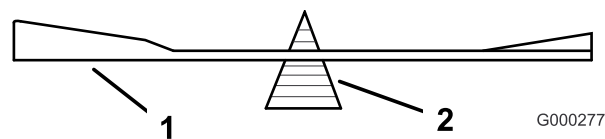

Figure 53
**Important:** Pour obtenir une coupe correcte, la partie relevée de la lame doit être tournée vers le haut et dirigée vers l'intérieur du plateau de coupe (Figure 53).
1. Posez la lame, le renfort, la rondelle bombée et le boulon de lame sur l'axe (Figure 53).
2. Vérifiez l'équilibre de la lame en la plaçant sur un équilibreur (Figure 53). Si la lame reste horizontale, elle est équilibrée et peut être utilisée. Si la lame est déséquilibrée, limez un peu l'extrémité de la partie relevée seulement (Figure 53). Répétez la procédure jusqu'à ce que la lame soit équilibrée.